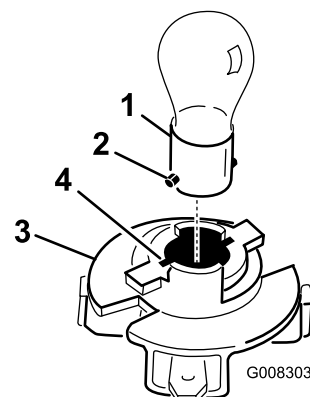

Bild 32
8. Drücken Sie die Birne hinein, drehen Sie sie entgegen dem Uhrzeigersinn bis zum Anschlag (ca. 1/4 Umdrehung) und nehmen Sie sie aus der Birnenfassung heraus (Bild 32).
1. Richten Sie die Metallstifte am Birnensockel mit den Schlitzen in der Birnenfassung aus und setzen Sie den Sockel in die Fassung (Bild 32).
3. Richten Sie die Nasen an der Birnenfassung mit den Schlitzen im Reflektor aus (Bild 32).